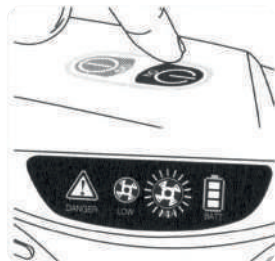

fig.73
- 3-Si necesita el caudal máximo vuelva a presionar ON, la velocidad aumenta y se enciende el indicador HIGH (alto) (200 litros/min) (fig.73). Para volver al caudal LOW (bajo) sólo vuelva a presionar el botón ON.